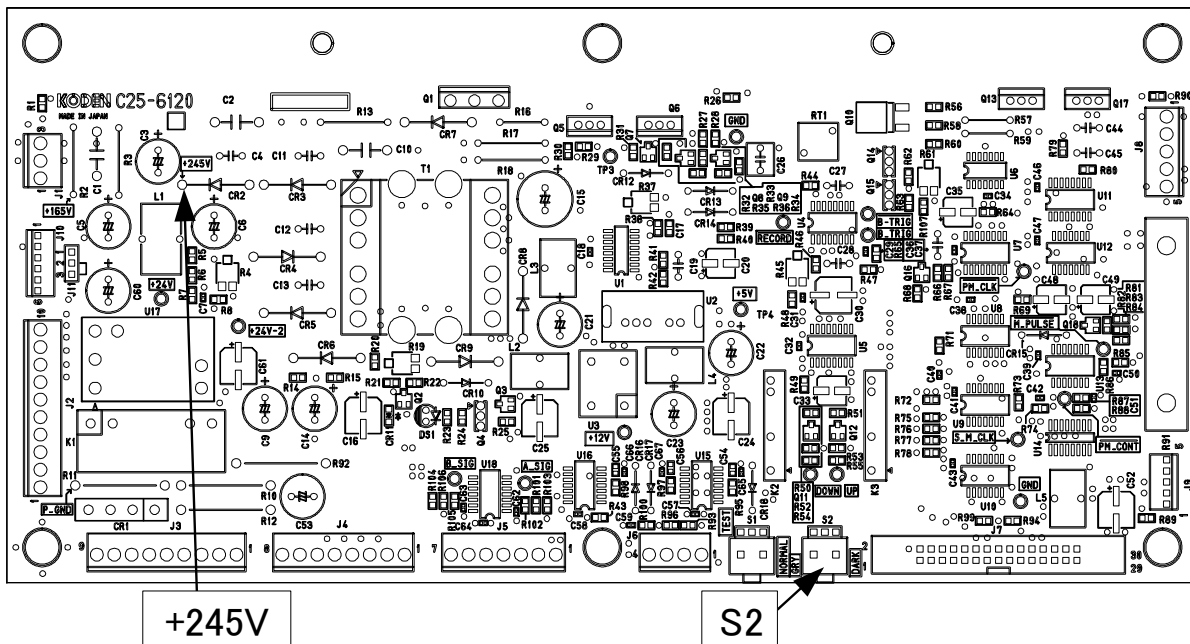

図 4.15 C25-6120 +245V 箇所配置説明図
1. C25-6120 CR2 カソード (+245V と記載) と GND (C25-6120 の止めねじ) の電圧をテスターで確認してください。(図 4.15 参照)